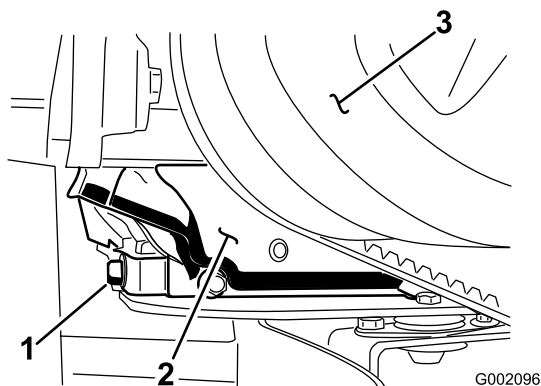

Figura 30
- Retire el tapón de vaciado (Figura 30).